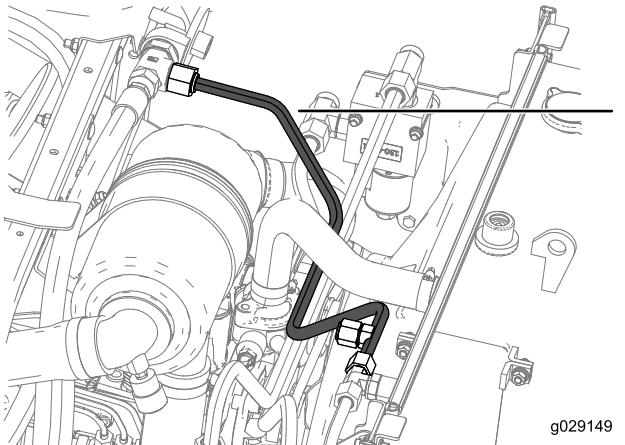

Figura 31
11. Instale o tubo hidráulico G da união em T (5/8 x 5/8 x 3/4 pol. macho), no conjunto da cabeça do filtro, na união em T (3/4 x 13/16 pol. macho) junto do resguardo da ventoinha do radiador como se mostra na Figura 31.